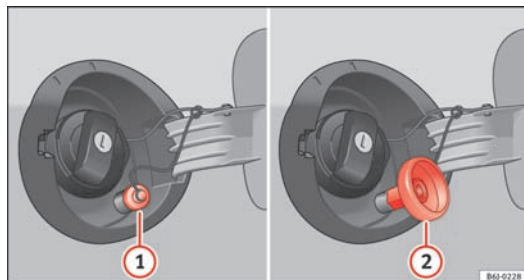

Fig. 120 Åben tankklap med autogaspåfyldningsstuds og adapter
- Skru dækslet til autogaspåfyldningsstudsens ⇒ Fig. 120 ① af.
- Skru den påkrævede adapter ⇒ Fig. 120 ② på autogaspåfyldningsstudsens ①.
- Skru adapteren ⇒ Fig. 120 ② af igen.
- Skru dækslet til autogaspåfyldningsstudsens ⇒ Fig. 120 ① på.